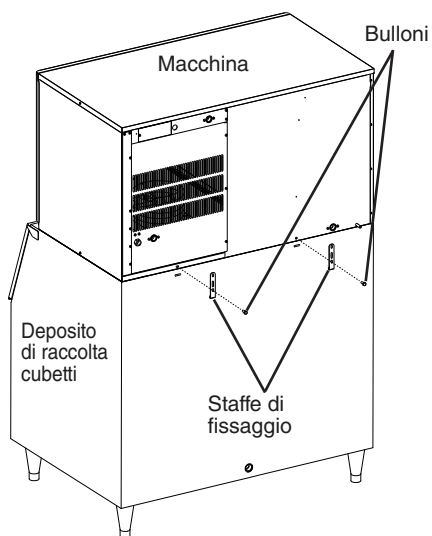

Fig. 2
- 4) Fissare la macchina al deposito di raccolta dei cubetti, servendosi delle due staffe di montaggio e dei bulloni in dotazione. Vedere Fig. 2.